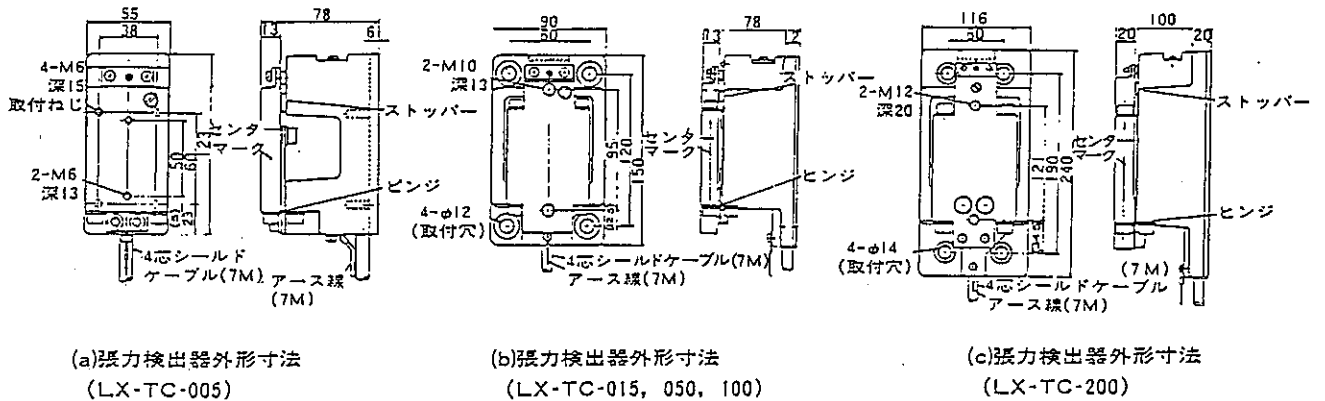

図2. 外形寸法
- (1) ヒンジの位置に注意して取付けてください。位置は図2に示すとおりです。
- (2) 検出器に付属しているリード線を強く引っ張らないようにしてください。
- (3) この検出器は従来のLX-8□□□TAB形張力検出器とは機構が異なりますので，引っ張り，圧縮両方向の過大荷重に対するストッパーはついておりますが，耐振用のスペーサは付属しておりません。箱から取出した状態で取付け，そのまま運転してください。間違って検出器のボルトをゆるめると締直しても特性は元どおりにはなりません。
- (4)ハウジング以外に機械加工を施された場合，及び誤って落とされた場合についての性能の保証は致しかねます。
- (5) 検出器の取付けに際しては，大きな衝撃荷重が加わらないように，また切粉やネジ等が入り込まないように注意してください。
- (6) 張力検出器と制御装置との接続